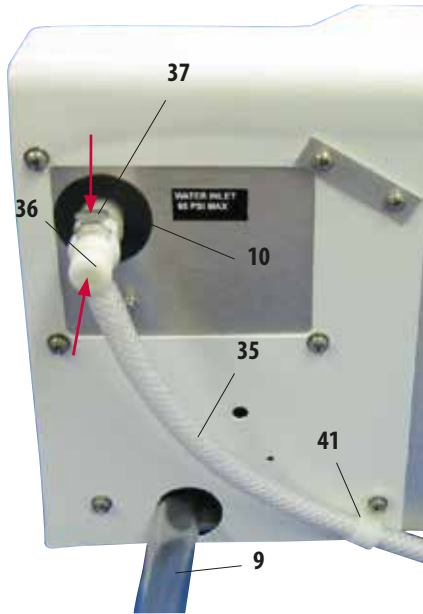

Рис. 21
- Опустите сливной шланг (9) в подходящую емкость для сбора отходов. Убедитесь, что шланг не перекручен и вода может свободно стекать по нему.
- После этого подключите подачу промывочной воды (35) к автомату окрашивания.
- Для этого вставьте соединитель (36) в отверстие (10) на приборе до щелчка. Чтобы отсоединить шланг, нажмите на пластину (37) и оттяните соединитель в направлении назад.
- Зафиксируйте шланг на блоке с помощью зажима (37) в положении, показанном на рис. 21.